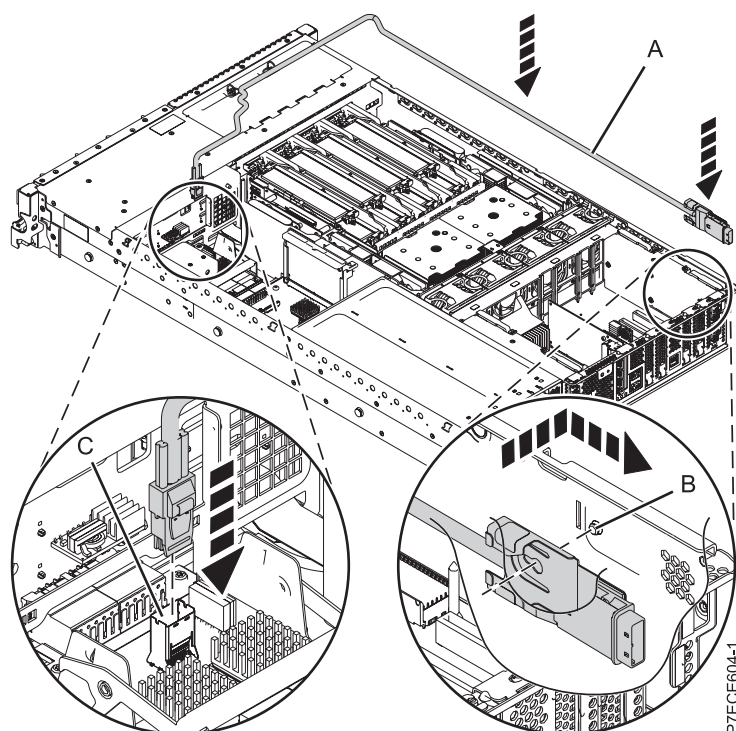

Figura 57. Instal·lació del cable SAS
10. Connecteu el miniconnector SAS del cable SAS al port de connexió SAS intern (C) a la targeta d'interposició d'emmagatzematge fins que quedi encaixat en el seu lloc. Consulteu Figura 57.
11. Feu passar el cable (A) per davant del receptacle de la targeta d'expansió de memòria i, per tot el canal de la paret fins que el connector del port SAS estigui a prop de l'obertura de la part posterior del xassís.
12. Alineeu i conduïu la ranura de la peça de subjecció del connector del port SAS (B) per sota de la guia del xassís. A continuació, feu lliscar el connector del port SAS per l'obertura de la part posterior del xassís fins que la pestanya de la peça de subjecció quedi encaixada en el seu lloc.